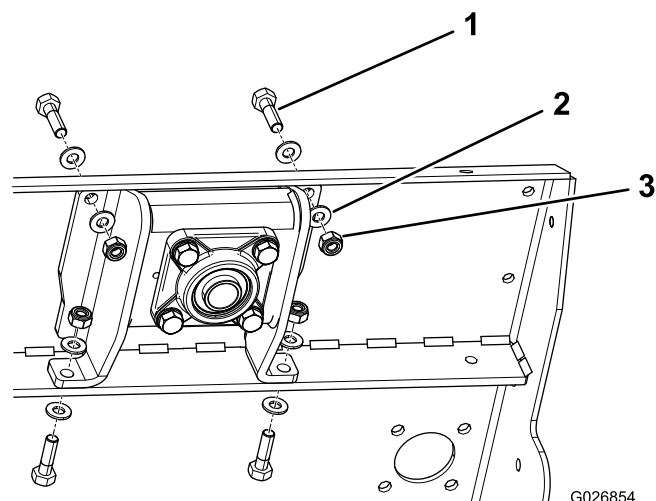

図 8
9. ボルト8本 M10 x 35 mm、ロックナット 8 個 M10、ワッシャ 16 枚 M10 を使って、ローラサポートをフレームに固定する 図 8。